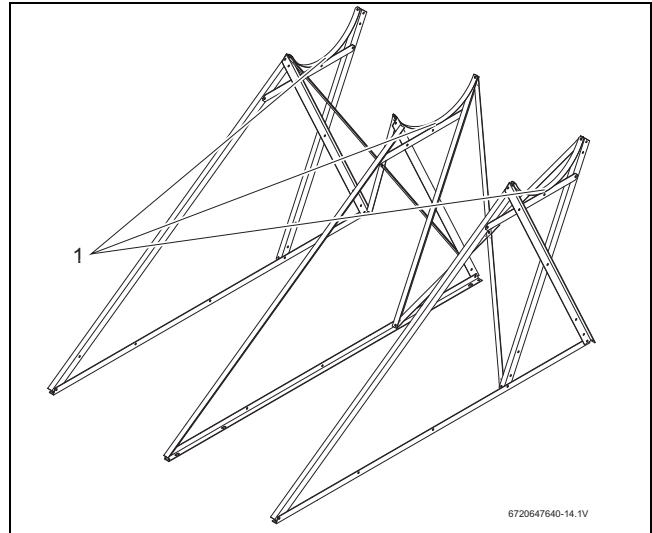

Fig. 23 Fijar abrazaderas del acumulador
- ▶ Fijar las abrazaderas del acumulador (Fig. 23, [1]) entre las dos escuadras de asiento del acumulador. La cabeza aplanada del tornillo debe mirar en dirección del acumulador de agua caliente que se montará posteriormente.